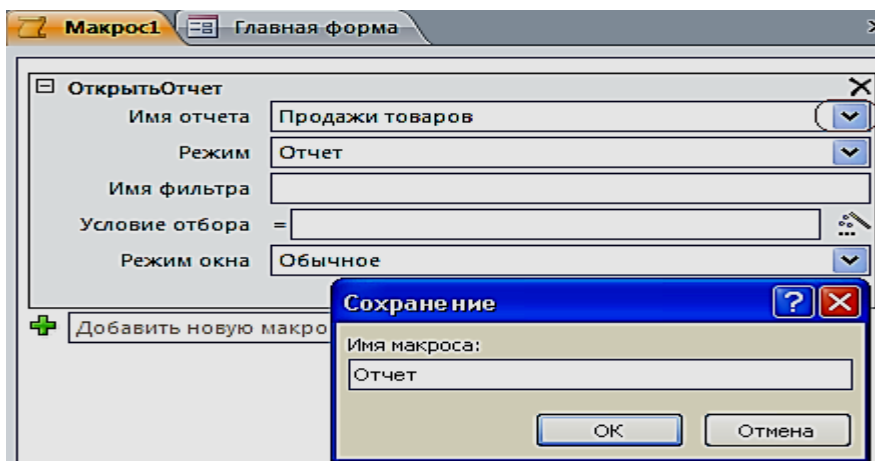

Рис. 6.5. Создание макроса **ОткрытьОтчет**
4. Создадим второй макрос, при выполнении которого откроется отчет «Продажи товаров» (рис. 6.5). Сохраним его под именем **Отчет**.